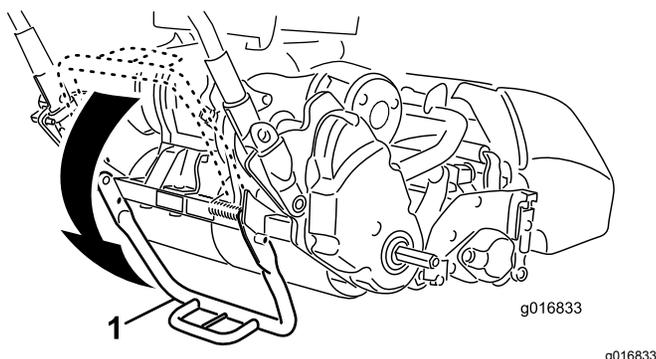

Figura 9
1. Spingete verso il basso con il piede al centro del cavalletto e sollevate il supporto della maniglia inferiore in modo che il cavalletto ruoti in avanti e sul centro (Figura 9).